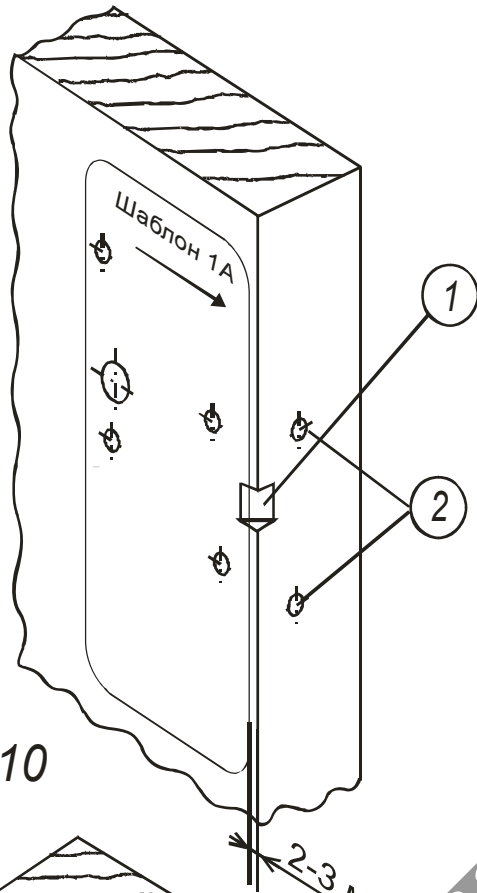
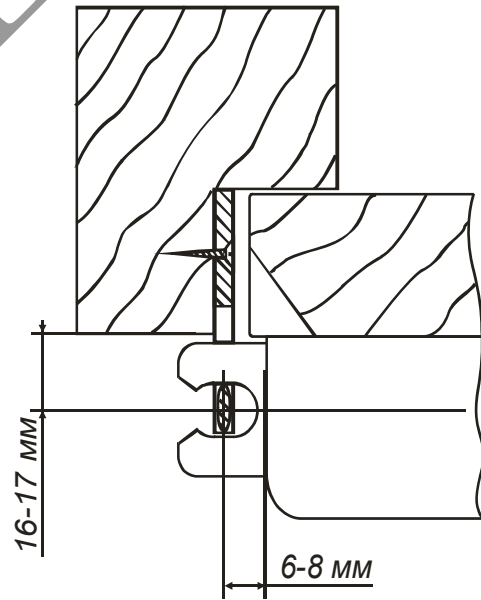

Рис. 10
Рис. 12
**6.1.2.** Приложите шаблон А с внутренней стороны двери так, чтобы стрелка на шаблоне указывала на край двери и шаблон находился на расстоянии 2...3 мм от края двери (рис. 10). Выполните разметку отверстий по шаблону.
**6.1.3.** В районе заштрихованного сектора снимите фаску (рис. 10, позиция 1), для хода ригеля (рис. 12).
**6.1.5.** В торце двери на уровне выполненных отверстий 2, 3 высверлите два отверстия диаметром 10 мм на глубину 30 - 40 мм (рис. 10, позиция 2 и рис. 16, позиция 1).
**6.1.8.** Установите широкую запорную планку (рис. 1, позиция 4) в соответствии с рис. 11, рис. 12.
**6.1.9.** Проверьте взаимодействие ригеля замка и запорной планки (рис. 12).